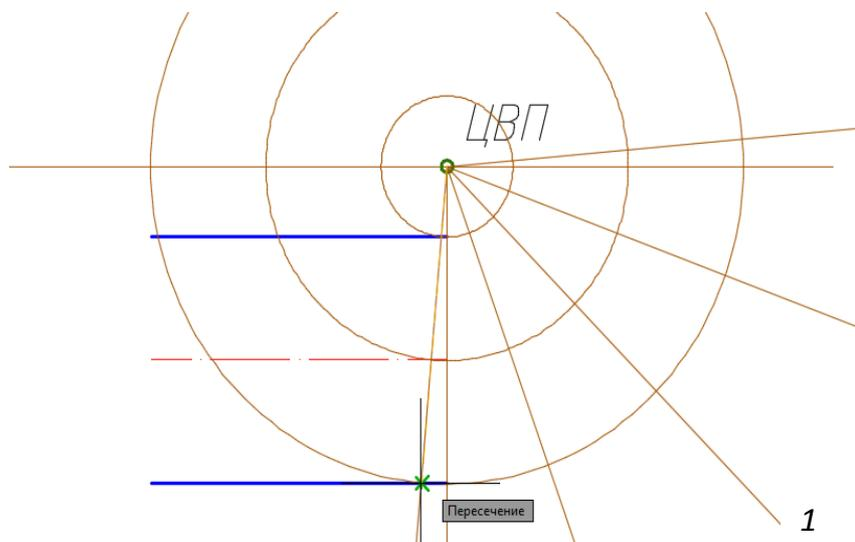

Рис. 112. Построение очерков в области колена трубы и 3-ей и 4-ой секций
– для выполнения контуров трубы построить вспомогательные окружности с помощью операций **Рисование** → **Круг** → указать центр круга ЛКМ в ЦВП → назначить радиус щелчком ЛКМ в точке пересечения первого сварного шва и нижнего контура трубы (рис. 112); остальные окружности строить аналогично;